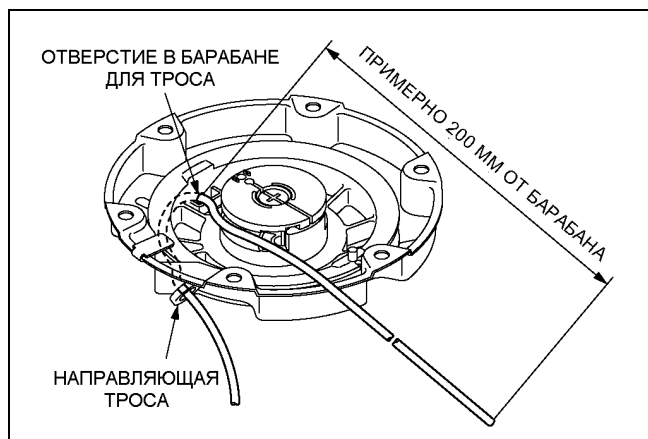

Рис. 13-7
- (4) Натяжение пружины барабана
-2 Зафиксируйте барабан таким образом, чтобы отверстие в барабане под трос совпало с направляющей троса. (Рис. 13-7)
- 1 Пропустите конец троса через направляющую троса и отверстие для троса в барабане и вытяните трос из барабана примерно на 20 см. (Рис. 13-7)